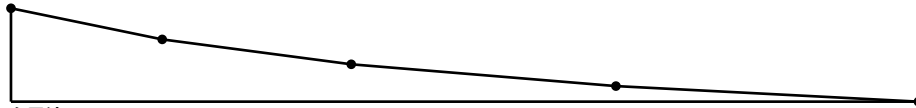

図1 電源電圧—一次電流：8/10/12.5/16/20 kV → 1000/800/640/500/400 A。
①電源電圧—一次電流：前頁図1。②タップ条件—二次電圧：V1=10kV,N2=200。1250→1.6kV,1000→2.0,800→2.5。